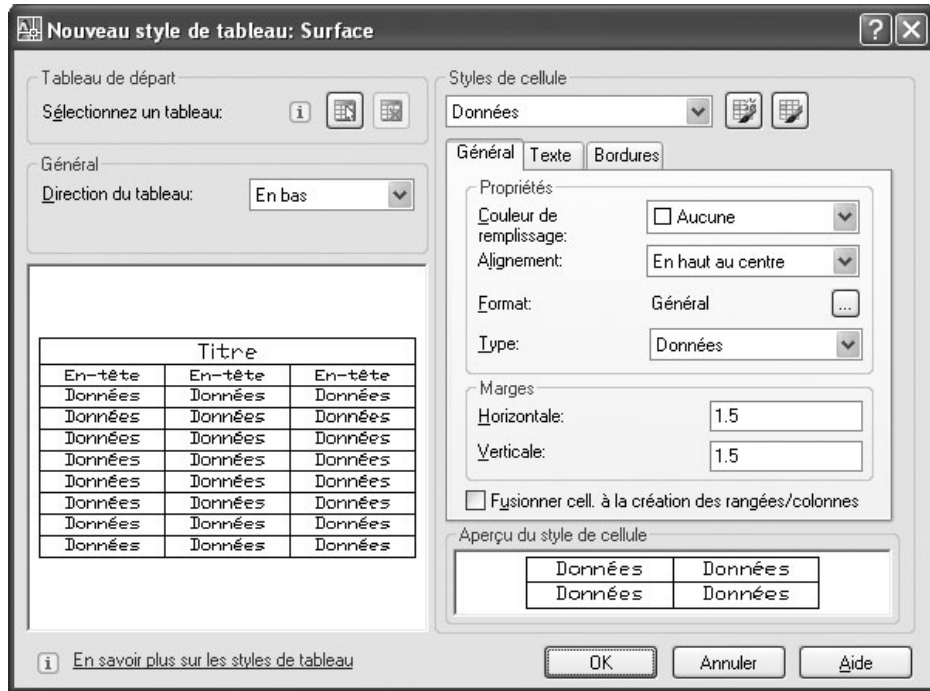

Fig.12.20
- 4 Dans la boîte de dialogue **Nouveau style de tableau** (New table style), indiquer la direction du tableau (fig. 12.20) : En bas (Down) ou En haut (Up). Si l'on sélectionne En haut, le tableau doit être lu du bas vers le haut ; la rangée de titres et les en-têtes de colonnes figurent au bas du tableau.